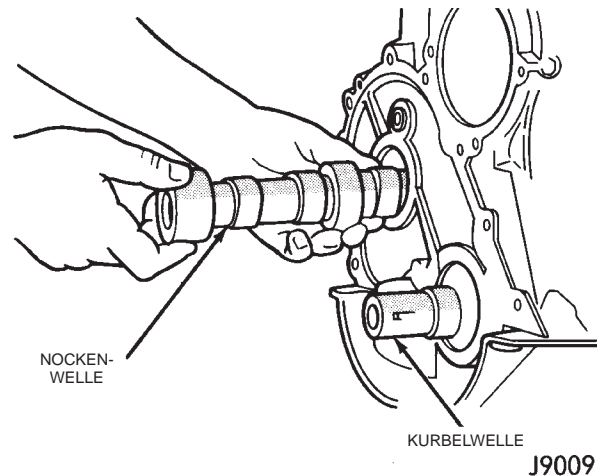

Abb. 44 Nockenwelle
(5) Zündverteiler abbauen und Zündkabel lösen.
(6) Ventildeckel abbauen.
(7) Kipphebel, Haltebügel und Drehgelenke demontieren.
(8) Stößelstangen demontieren.
(9) Zylinderkopf und -dichtung abbauen.
(10) Hydrostößel aus dem Zylinderkopf ausbauen.
(11) Schwingungsdämpfer abbauen.
(12) Steuerkettenabdeckung demontieren.
(13) Steuerkette und Kettenräder ausbauen.
(14) Vorderen Stoßfänger und/oder Kühlergrill nach Bedarf abbauen. Nockenwelle herausnehmen.
(15) Nockenwelle ausbauen (Abb. 44).
(4) Antrieb des Zündverteilers auf Verschleißspuren untersuchen.
(5) Scheint die Nockenwelle am Steuerkettendeckel zu schleifen, sind die Ölüberdruckbohrungen am hinteren Lagerzapfen der Nockenwelle zu untersuchen, und es ist dabei sicherzustellen, daß sie frei von Ablagerungen sind.
(6) Nockenwelle mit Mopar®-Motorölzusatz oder einem gleichwertigen Produkt schmieren.
(7) Nockenwelle vorsichtig einbauen, um eine Beschädigung der Nockenwellenlager zu vermeiden (Abb. 44).
(8) Steuerkette, Kurbelwellenritzel und Nockenwellenkettensrad so einbauen, daß die Einstellmarkierungen aufeinander ausgerichtet sind.
(9) Spannbolzen des Nockenwellenkettensrads ansetzen und mit einem Anzugsmoment von 108 N·m (80 ft. lbs.) festziehen.
(10) Spannfeder, Druckstift und Bohrung im Spannbolzen mit Mopar®-Motorölzusatz oder einem gleichwertigen Produkt schmieren. Feder und Druckstift im Spannbolzen montieren.